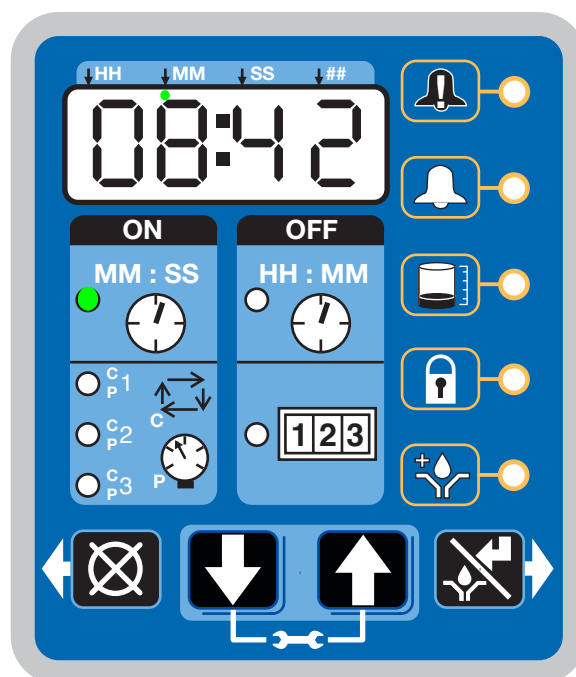

Рис. 42
- Когда счетчик времени простоя (ВЫКЛ) достигнет нуля, автоматический смазочный насос G3 включится и начнет выполнение запрограммированного рабочего (ВКЛ) цикла (Рис. 42).
- В примере, приведенном на Рис. 42, показано рабочее время (ВКЛ) 8 минут 42 секунды до завершения смазочного цикла.